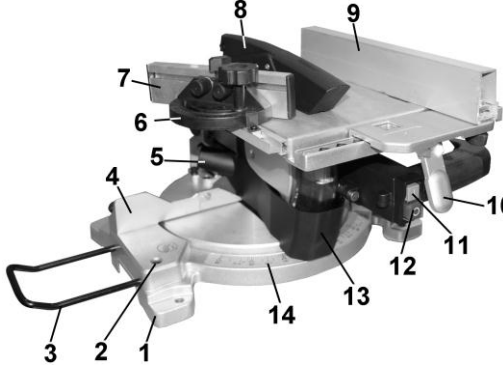

Рис.2
7. УСТРОЙСТВО ПИЛЫ (Рис.2)
8.1. Распаковка (Рис. 2)
8.2. Стационарная установка пилы на верстаке (Рис.2; 3)
8.3. Установка удлинителей рабочего стола (Рис.2; 3)
8.3.3. Как показано на Рис.2; 3, установите удлинители стола (3) в посадочные гнезда на основании (1) до упора.
8.6. Подключение систем удаления опилок (Рис.2; 6)
9.1. Органы управления (Рис.2; 3; 7 ÷10)